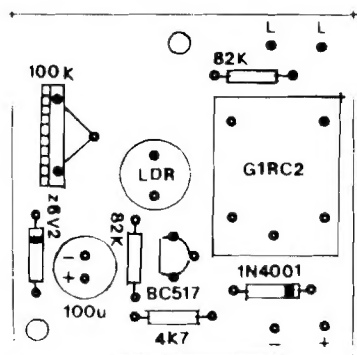

Fig.4
- **FIG. 4 - "CHAPEADO DA MONTAGEM** - Com o Impresso pronto e conferido, o Leitor/Hobbysta pode passar à inserção e soldagem das peças, guiando-se pelo "chapeado", que mostra (ainda em tamanho natural...) o lado não cobreado da placa, com todos os componentes devidamente estilizados, claras indicações dos seus códigos, valores, polaridades e outros dados visualmente importantes... Atenção à colocação das peças **polarizadas**, quais sejam: o BC517 (lado chato voltado para o resistor de 82K...), os dois diodos (zener e comum), com suas extremidades de **catodo** nitidamente marcadas pelas faixas ou anéis em cor contrastante, e o capacitor eletrolítico (também com a polaridade de seus terminais claramente indicada na figura e no próprio corpo do componente...). O relê também tem posição única e certa para inserção e ligação, porém, no caso, a própria "assimetria" dos pinos evita que sejam "enfiados" em "buracos errados"... Se, contudo, o Leitor/Hobbysta estiver utilizando **outro** relê, que não o especificamente sugerido na LISTA DE PEÇAS (embora eletricamente equivalente...), eventualmente poderá ser necessária uma modificação na disposição de ilhas e pistas respectivas, no traçado do Impresso, de modo a adequar as condições puramente mecânicas de ligação... Finalmente, quanto aos resistores comuns, cuidado para não inverter seus valores em função das po-